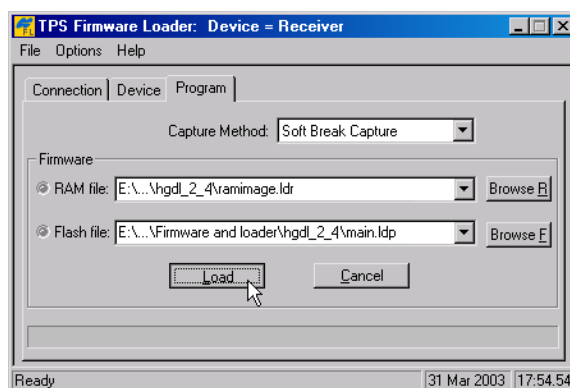

Figura 4-16. Configuración de la pestaña Program
2. Haga clic en la pestaña *Programa* y seleccione el valor *Soft Break Capture* (recomendado) para el parámetro *Método Captura* (Figura 4-16).
3. Busque y seleccione el archivo RAM y el archivo Flash de la tarjeta del receptor (Figura 4-16).